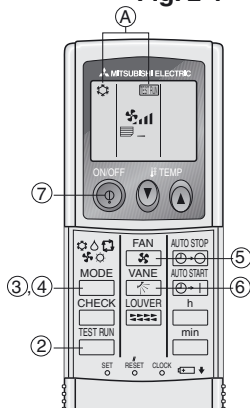

Fig. 2-2
- ⑥ Vérifier le fonctionnement de l'unité extérieure.
- ⑦ Quitter la marche d'essai en pressant la touche [ON/OFF] ➡ Arrêt
- ⑧ Enregistrer un numéro de téléphone
2.2.2. Par la télécommande sans fil (Fig. 2-2)
- ① Mettre l'unité sous tension au moins 12 h avant la marche d'essai.
- ② Presser deux fois en continu la touche . (Débuter cette opération lorsque l'affichage de la télécommande est éteint.)